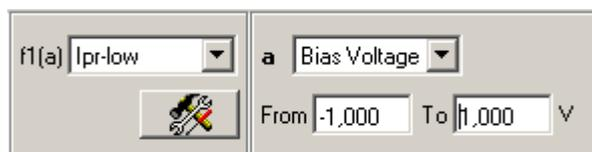

Рис. 10-31
2. На панели управления вкладки **Curves** выберите в качестве изменяемого параметра (параметр **a** на Рис. 10-31) – **Biase Voltage**, а в качестве измеряемого сигнала (параметр **f1(a)**) – **Ipr Low**.